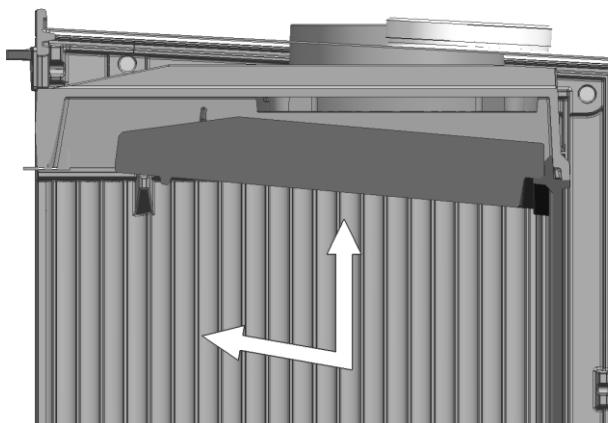

Fig. 1
1. A –Glisser le déflecteur vers le devant et le haut jusqu'à sortir les axes des côtés des logements du propre déflecteur (Fig.1 , 2)